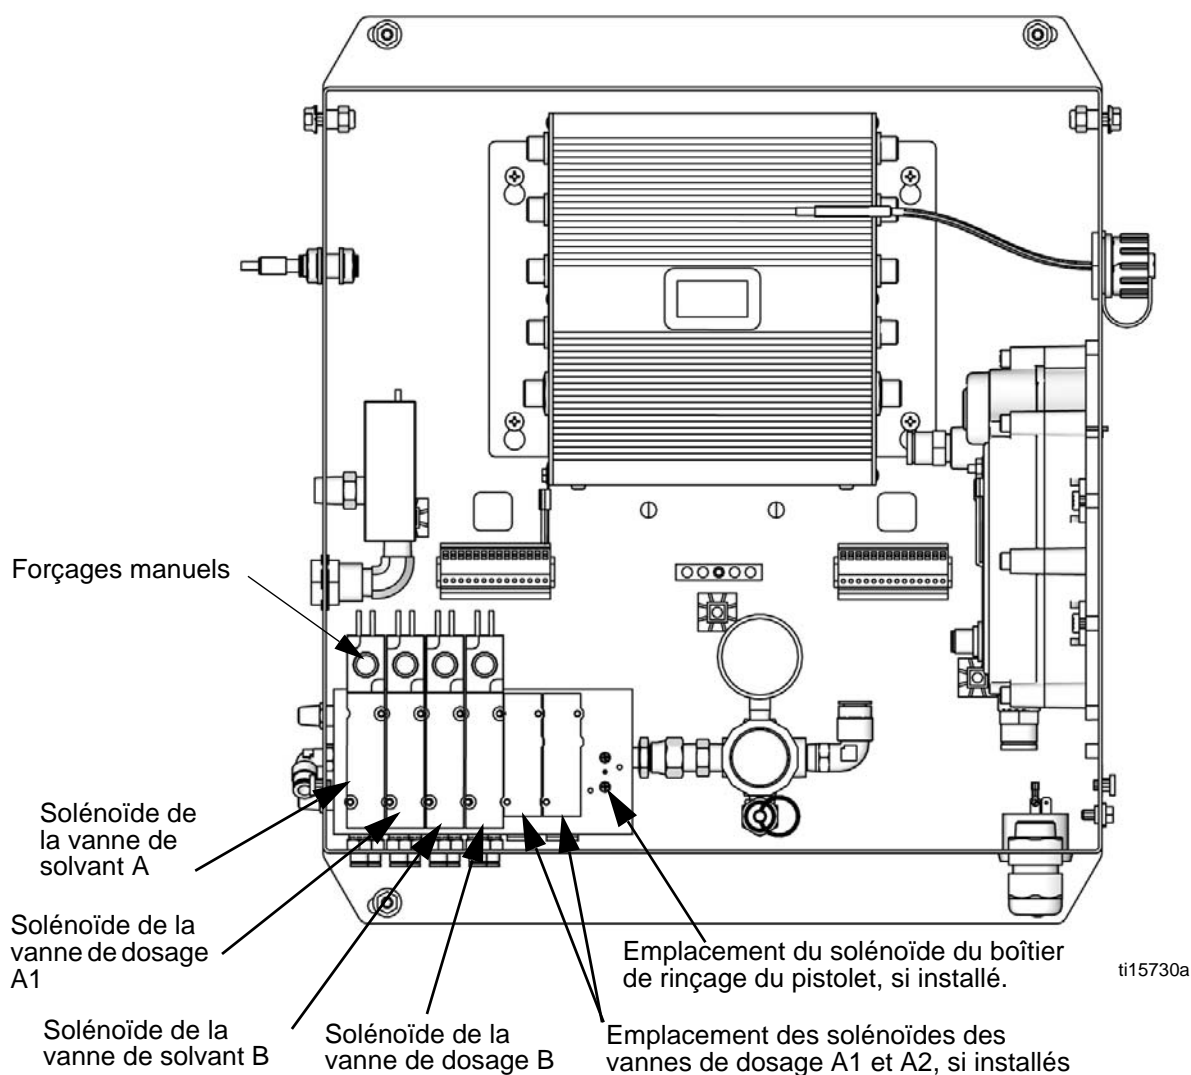

FIG. 22. Électrovannes du boîtier de commande
4. Tout en appuyant sur la gâchette, appliquer un forçage manuel sur les solénoïdes des vannes de dosage A1 (A2, A3) et B pour relâcher la pression. Voir la FIG. 22.
7. Tout en appuyant sur la gâchette, exercer un forçage manuel sur les solénoïdes des vannes de solvant A et B pour relâcher la pression. Voir la FIG. 22. S'assurer que la pression de solvant tombe à 0.